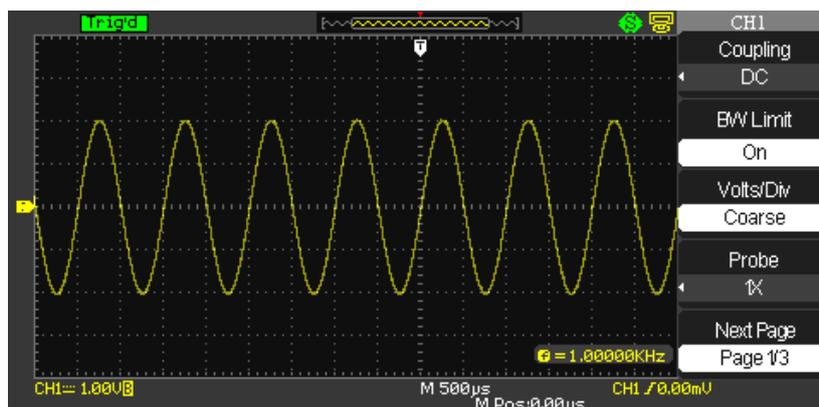

Figura 1-7 Sinal de Compensação da Ponta de Prova ???
- ③. Conecte a ponta de prova no sinal de calibração do osciloscópio. Pressione [AUTO] e você verá uma onda quadrada no display com aproximadamente 3V pico-a-pico em 1kHz. Para mais detalhes, veja a Figura 1-7. Repita este passo para verificar CH2. Pressione a tecla de função [OFF] para desabilitar o CH1, então pressione a tecla de função [CH2] para habilitar CH2. Repita os passos 2 e 3.